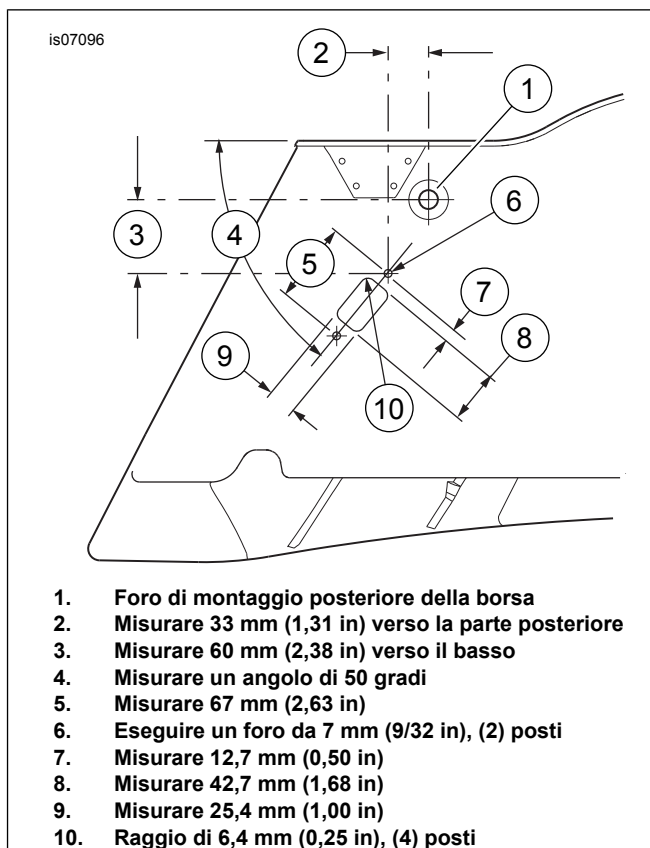

Figura 5. Tagliare i fori per il connettore nella parete verso l'interno della borsa (illustrata la borsa sinistra)
3. Vedere Figura 5. Porre una striscia o delle strisce di nastro per mascheratura approssimativamente nell'area dei fori da eseguire, nella parte verso l'interno della borsa, per il connettore del cablaggio di collegamento. Misurare molto attentamente e contrassegnare le posizioni dei fori, come indicato.